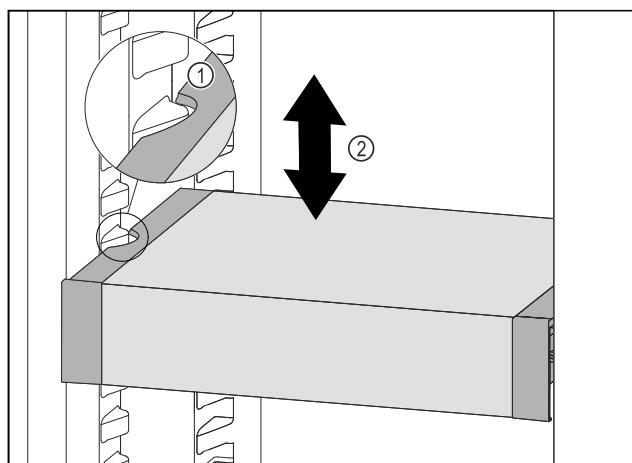

Fig. 82
- Táhněte VarioSafe dopředu, dokud nebudou boční vybrání VarioSafe na úrovni žebrování na nádoby v chladničce. Fig. 82 (1)
- Posouvejte VarioSafe v chladničce nahoru nebo dolů, dokud nedosáhnete požadované výšky. Fig. 82 (2)